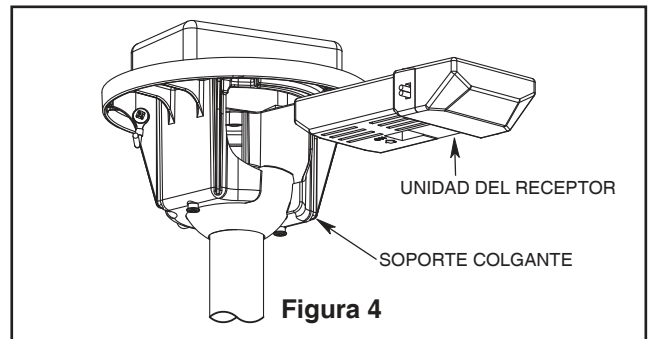

Figura 4
4. Coloque el soporte de la varilla y alinee los orificios de la clavija de horquilla en ambas piezas. Instale la clavija de horquilla y asegúrela con la pinza de horquilla. Fije los dos tornillos de presión y las tuercas de seguridad en el soporte de la varilla interior. (Figura 4)
2. Levante cuidadosamente el ventilador y coloque el ensamblaje de la bola para colgar/varilla en la abrazadera para colgar que acaba de fijar a la caja de salida. Asegúrese de que la ranura de la bola esté alineada con la lengüeta de la abrazadera para colgar. (Figura 4)
3. Deslice la unidad del receptor en el extremo abierto del soporte colgante. (Figura 4)
4. El transmisor del mando a distancia de 5 botones incluye 5 botones para controlar las velocidades baja, media y alta del ventilador, así como el encendido y apagado del mismo. (Figura 4)
- 3. Vuelva a colocar la rejilla en el motor usando los tornillos extraídos. (Figura 4)